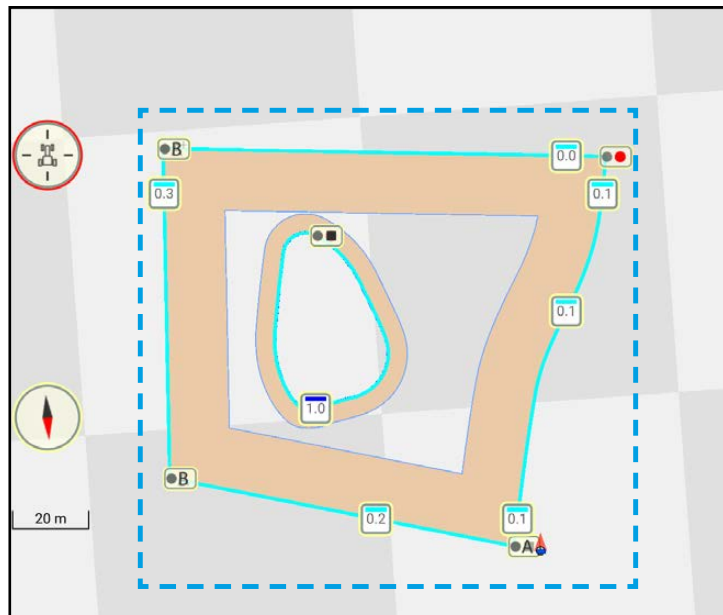

Abb. 49: Grenzlinien geschlossen und aktiviert
- geschlossen und aktiv (siehe Abb. 49).